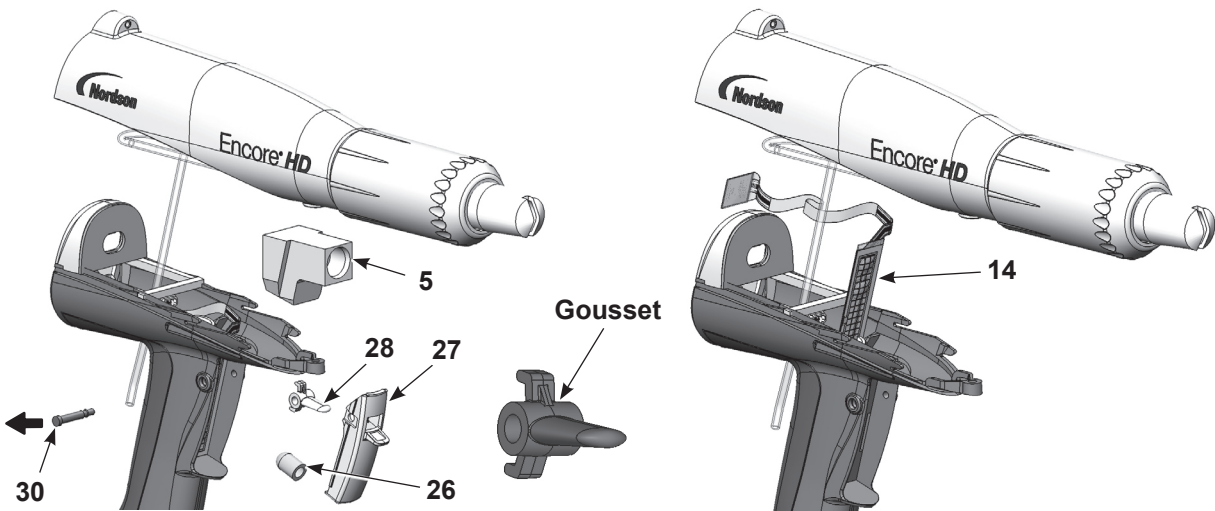

Figure 17 Remplacement du commutateur de gâchette
1. Voir la Figure 17. Orienter le commutateur neuf (14) avec la grille dirigée vers l'avant du pistolet, puis faire passer doucement l'extrémité inférieure carrée du commutateur à travers la fente dans la poignée.
4. Monter la gâchette de purge (28) dans la gâchette de pulvérisation (27) avec le gousset dirigé vers le haut comme illustré. **Ne pas monter la gâchette de purge à l'envers.**
5. Positionner les gâchettes dans la poignée et les maintenir en place tout en enfonçant la goupille (30) à travers la poignée et les gâchettes jusqu'à ce que la tête de la goupille soit à fleur de la poignée. La goupille s'enclenche à sa place si elle est bien posée.